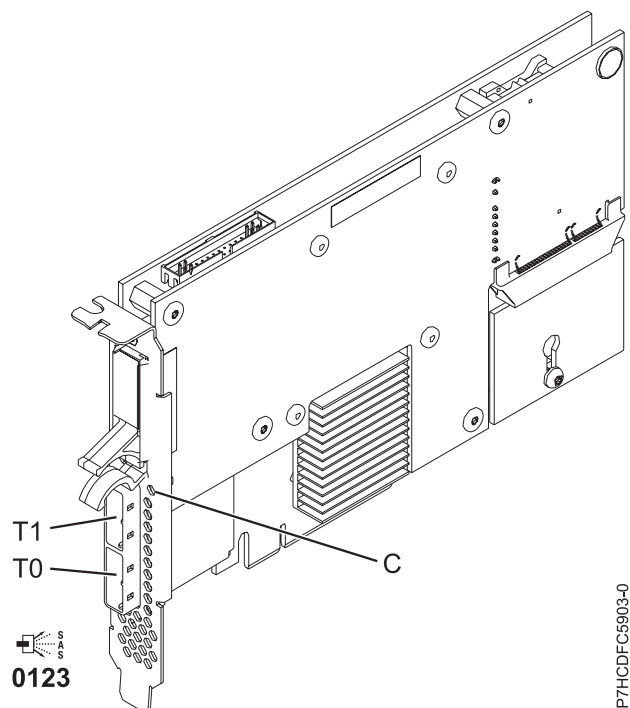

Figura 45. Adaptador RAID SAS de 3 Gb x4 - PCIe dual
O 5903 ou 5805 contém um LED ((C) em Figura 45 na página 153) que pisca se os dados de cache estão presentes. O LED de dados em cache presente pisca quando há dados possíveis no cache no adaptador. Se o LED de dados em cache presentes está piscando, não substitua o pacote de baterias de cache. Se for substituído quando o LED estiver piscando, os dados do cache serão perdidos. Consulte Figura 45 na página 153 para localizar o LED de dados em cache presentes nesse adaptador.